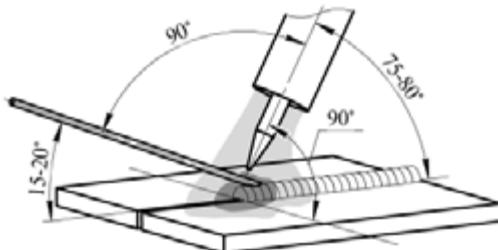

Рис. 8.3. Угол наклона горелки.
Сварку обычно выполняют справа налево. При сварке без присадочного материала электрод располагают перпендикулярно к поверхности свариваемого металла, а с присадочным материалом - под углом. Присадочный пруток перемещают впереди горелки (см. рис. 8.3).
**При аргонодуговой сварке также следует не забывать про противоположный угол наклона горелки (см. рис. 8.3) - это влияет на формирование сварочного шва. Страйтесь держать горелку под углом 90° (по отношению к линии шва).**